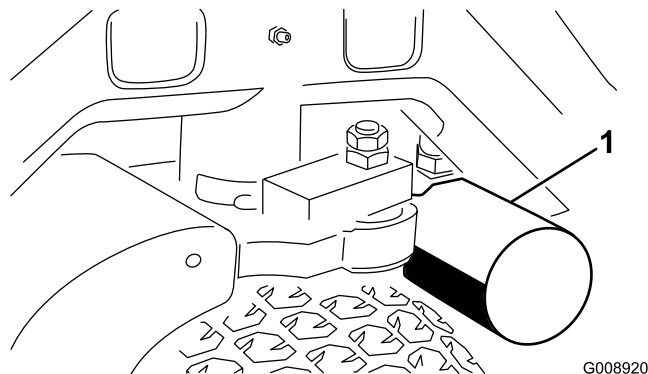
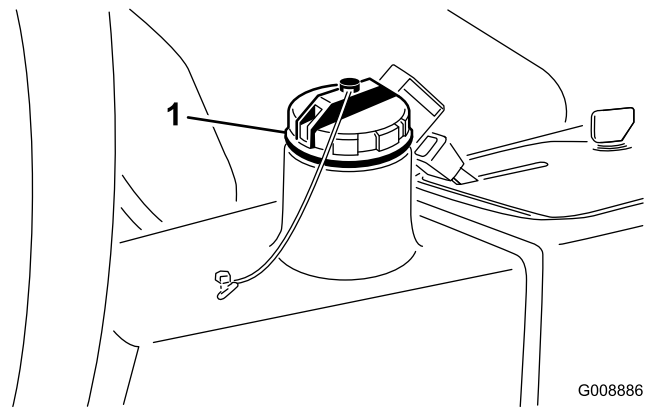

Figura 58
**Figura 59**
3. Limpe a zona de montagem do filtro. Coloque um recipiente de escoamento debaixo do filtro (Figura 58) e retire o filtro.
2. Desconecte as tubagens hidráulicas (Figura 59) ou retire o filtro hidráulico (Figura 58) e deixe que o fluido hidráulico esorra para dentro de um recipiente de escoamento. Instale as tubagens hidráulicas quando o fluido pare de escorrer.